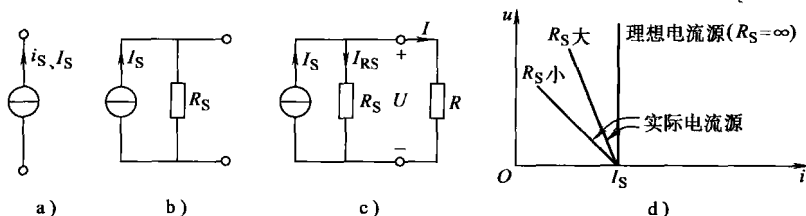

图 1-3 电流源
- 2) 特点：①输出电流为定值（定规律）；②端电压取决于外电路。
5) 伏安特性：以直流电流源为例，理想电流源的伏安特性，是一条平行于纵轴的直线。实际电流源的伏安特性，是一条斜率为 $-\frac{1}{R_s}$ ，在横轴上截距为 I_s 的直线。 R_s 越小，输出电压 U 增大时，在 R_s 上的分流越大，输出电流越小。电流源的符号和伏安特性如图 1-3 所示。